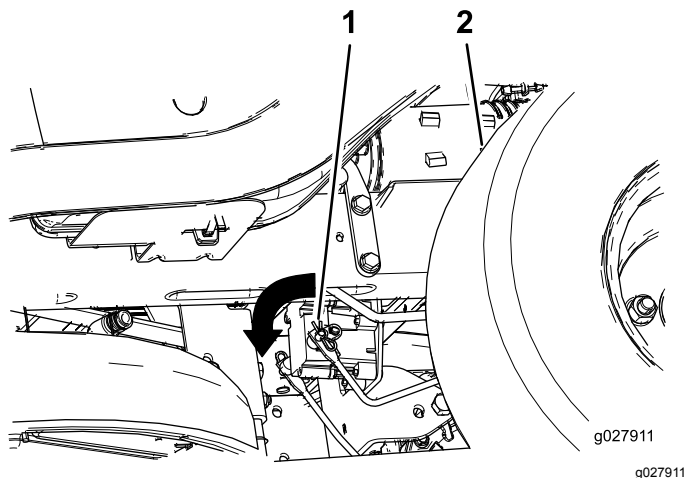

Figure 56
3. Localisez l'arbre sur le frein électrique au point de connexion des bras de liaison (Figure 56).